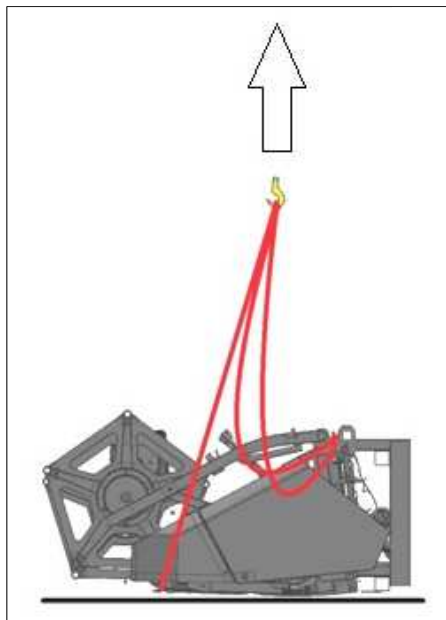
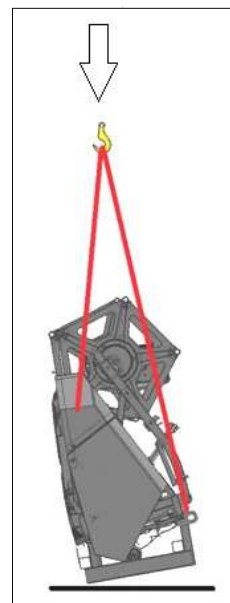
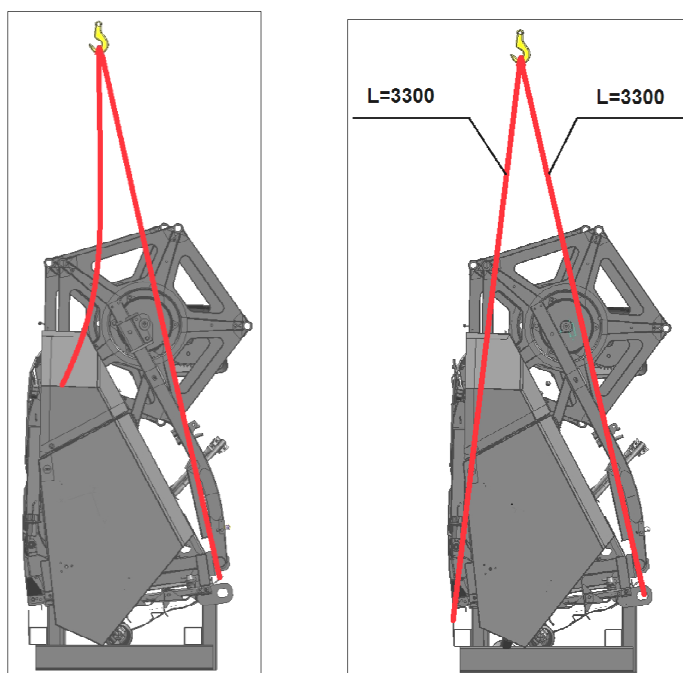

Рисунок 8.15
Рисунок 8.16
Рисунок 8.17
1) Установить четыре стропы (длина строп указана на рисунке 8.14). **ВАЖНО:** Передние стропы определены более короткими, что в процессе поднятия жатки, позволяет поднимать сначала переднюю часть жатки, затем заднюю часть, постепенно изменяя угол к горизонту. Таким образом жатка совершает поворот относительно задней нижней трубы подставки на  $\approx 80^\circ$  (рисунок 8.15). При медленном опускании жатки вниз, это позволяет установить жатку в вертикальное положение (рисунок 8.16).
- 2) Застропить жатку, медленно поднимая её вверх, следя за тем, чтобы стропы не касались деталей жатки во избежание перетирания и обрыва (см. рисунок 8.15);
- 3) Установить жатку на ровную поверхность (см. рисунок 8.16).
1) Отсоединить стропы разных длин (см. рисунок 8.16), затем установить стропы одинаковых длин 3300 мм в петли рамки (см. рисунок 8.17). **ЗАПРЕЩАЕТСЯ** СТРОПИТЬ ЗА ЭЛЕМЕНТЫ ЖАТКИ!;